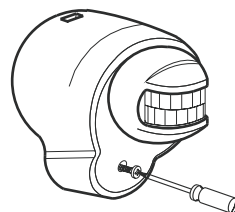

Рис. 16
6. Зафиксируйте переднюю часть с помощью винта (см. рис. 16)